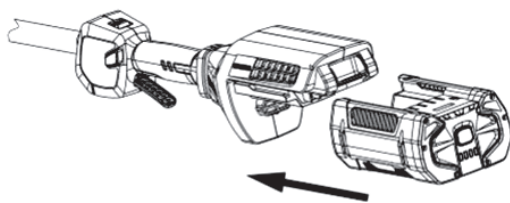

Рис. 11
1. Вставьте аккумулятор в держатель батареи на инструменте (Рис. 11).